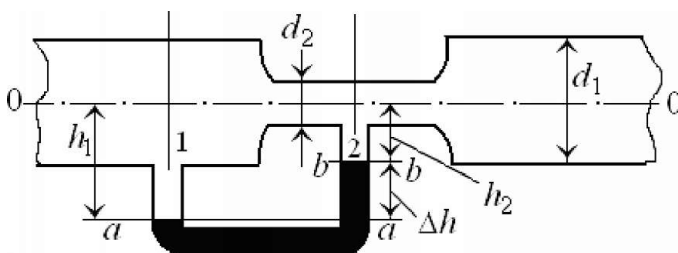

Рис. 5
2. Определить расход нефти ($\rho=850 \text{ кг/м}^3$), протекающей по трубопроводу, имеющему сужение (рис. 5), если $d_1=15 \text{ см}$, $d_2=10 \text{ см}$ и разность уровней в ртутном дифференциальном пьезометре $\Delta h=15 \text{ мм}$.